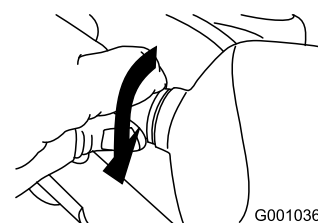

Figure 66
5. Tournez l'embase de l'ampoule dans le sens horaire jusqu'à ce qu'elle soit bien vissée (Figure 66).